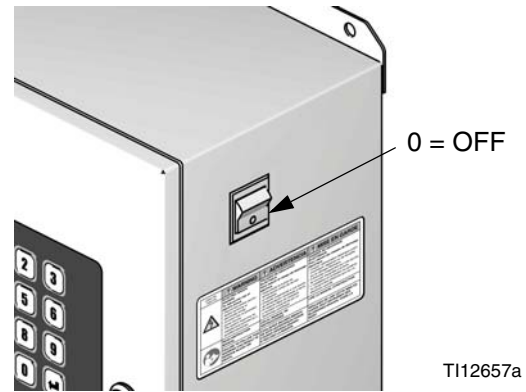

FIG. 12: Alimentación desconectada
3. Apague la corriente ProMix 2KS (posición 0). FIG. 12.